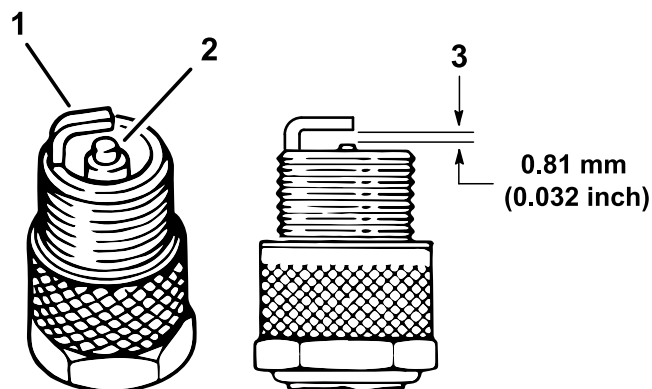

Figura 38
4. Compruebe el estado del electrodo lateral, el electrodo central y el aislamiento del electrodo central para verificar que no están dañados (Figura 38).
5. Ajuste la distancia entre los electrodos central y lateral a 0,81 mm, tal y como se muestra en la Figura 38.